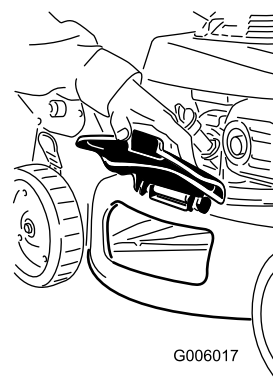

Figure 33
2. Soulevez et ouvrez le volet d'éjection latérale (Figure 33).